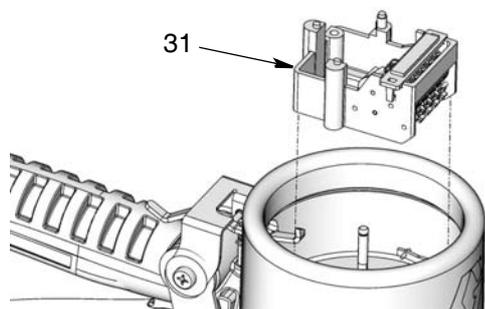

ABB. 30
6. Die komplette Zählereinheit (31) abnehmen (ABB. 30).